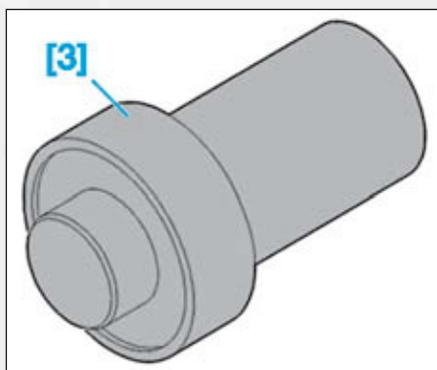

FIG.3
- [3]. Tampon de montage joint de transmission gauche (réf.0317-U) (Fig.3).